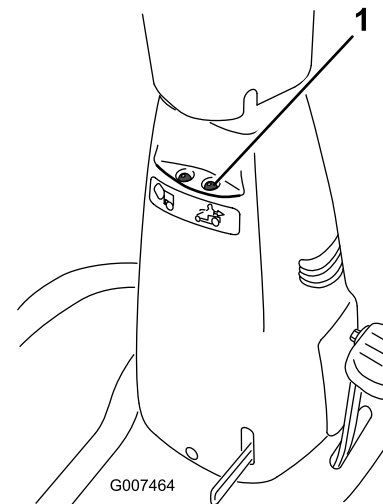

Figure 15
**Remarque:** Un voyant rouge s'allume sur la console avant (Figure 15) pour signaler que la sécurité est désactivée.